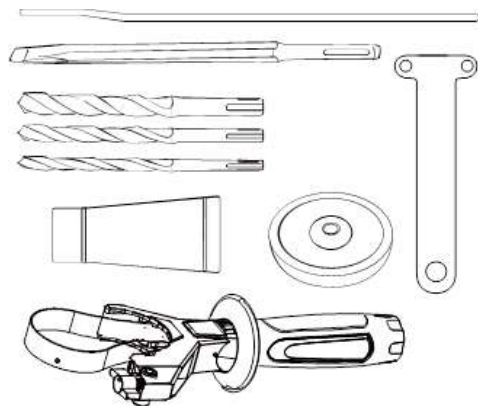

Рис. 1. Внешний вид
3. Запрещается использовать инструмент без дополнительной рукоятки (3, Рис.1). Всегда удерживайте инструмент двумя руками. Ослабьте рукоятку, повернув ее нижнюю часть против часовой стрелки. Отрегулируйте рабочее положение, вращая вспомогательную рукоятку (3). Зафиксируйте положение рукоятки.
4. Включение / Выключение. Включите инструмент нажатием на выключатель ON/OFF (4, Рис.1). Отпустите выключатель ON/OFF (4, Рис.1), чтобы отключить инструмент.
5. Регулировка скорости. Чем сильнее нажимать выключатель ON/OFF (4, Рис.1)), тем быстрее вращается оснастка (бур).
Для изменения режима работы нажмите фиксатор (6, Рис.1), затем поверните переключатель выбора режима (5, Рис. 1)
Для сверления дерева или металла нажмите фиксатор (6, Рис.1) и
поверните кнопку выбора режима (5, Рис. 1) в положение . При сверлении дерева и металла используйте зажимной патрон с адаптером.
Для бурения (сверления с ударом) в каменной кладке и камне нажмите фиксатор (6, Рис.1) и поверните кнопку выбора режима (5, рис 1) в
Для долбления (режим отбойного молотка) нажмите фиксатор (6, Рис.1) и
Если при использовании плоского зубила в режиме отбойного молотка необходимо изменить положение зубила, нажмите фиксатор (6, Рис.1), поверните кнопку выбора режима (5, рис 1) в положение  и вручную измените положение.
Дополнительная рукоятка (3, рис.1) оснащена фиксатором для ограничителя глубины сверления. Ослабьте рукоятку, вращая ее нижнюю часть против часовой стрелки, сдвиньте ограничитель сверла (2, рис. 1) вперед до совпадения концов ограничителя и сверла. После этого сдвиньте ограничитель на такое расстояние между концом ограничителя и концом сверла, которое соответствует нужной глубине сверления. Затем поверните ручку по часовой стрелке, чтобы зафиксировать ограничитель глубины сверления (2) в нужном положении.